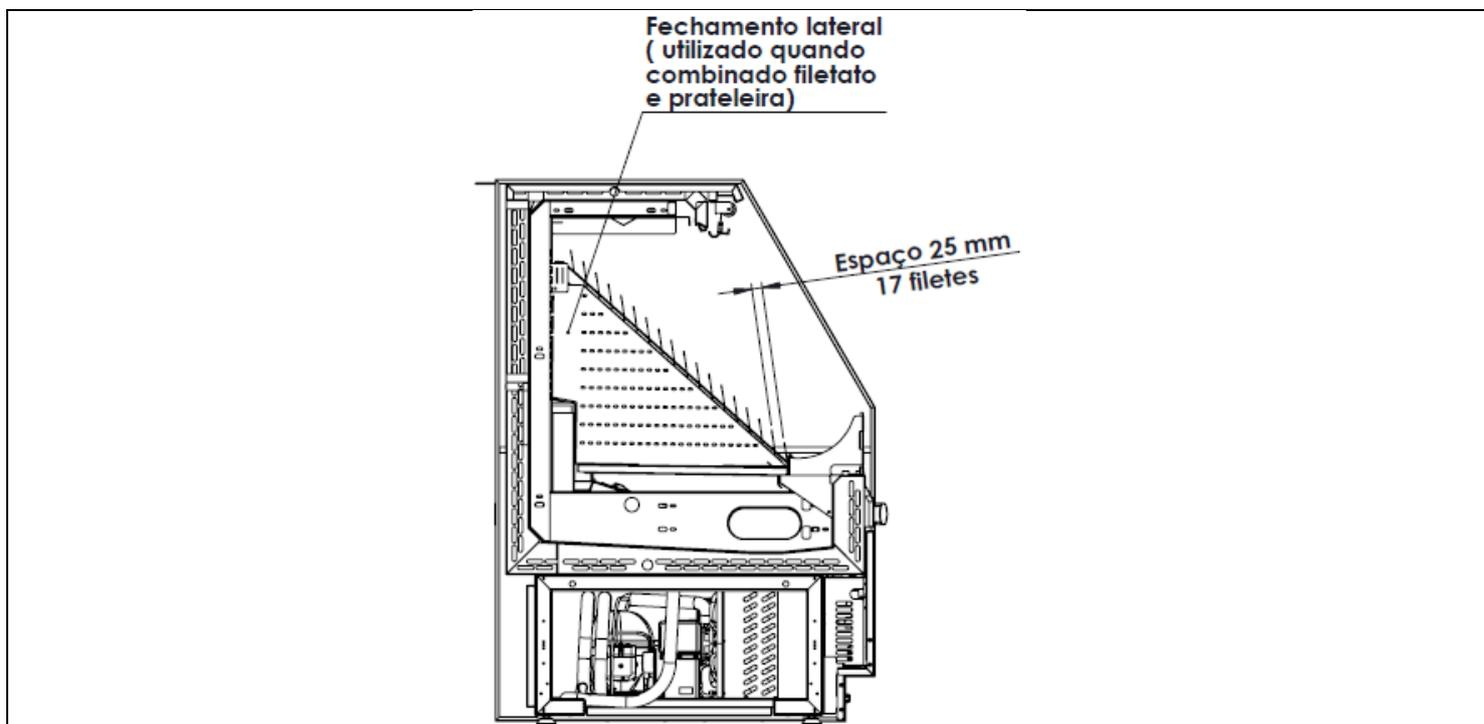

Figura 6: Filetados MFRA/MFRF
- 1 - Contém 17 filetes com espaçamento de 25 mm conforme figura 6;
- 2 - Utilizado fechamento lateral quando combinado filetados e prateleiras conforme figura 6;